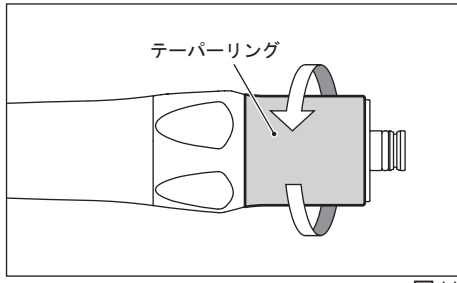

図11
- テーパーリングを図の方向に回して緩め、取り外してください。(図11)